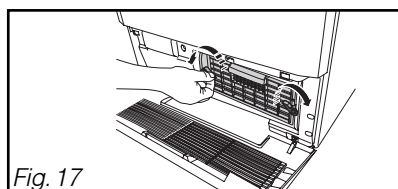

Fig. 17
- Déverrouillez le condenseur (Fig. 17).